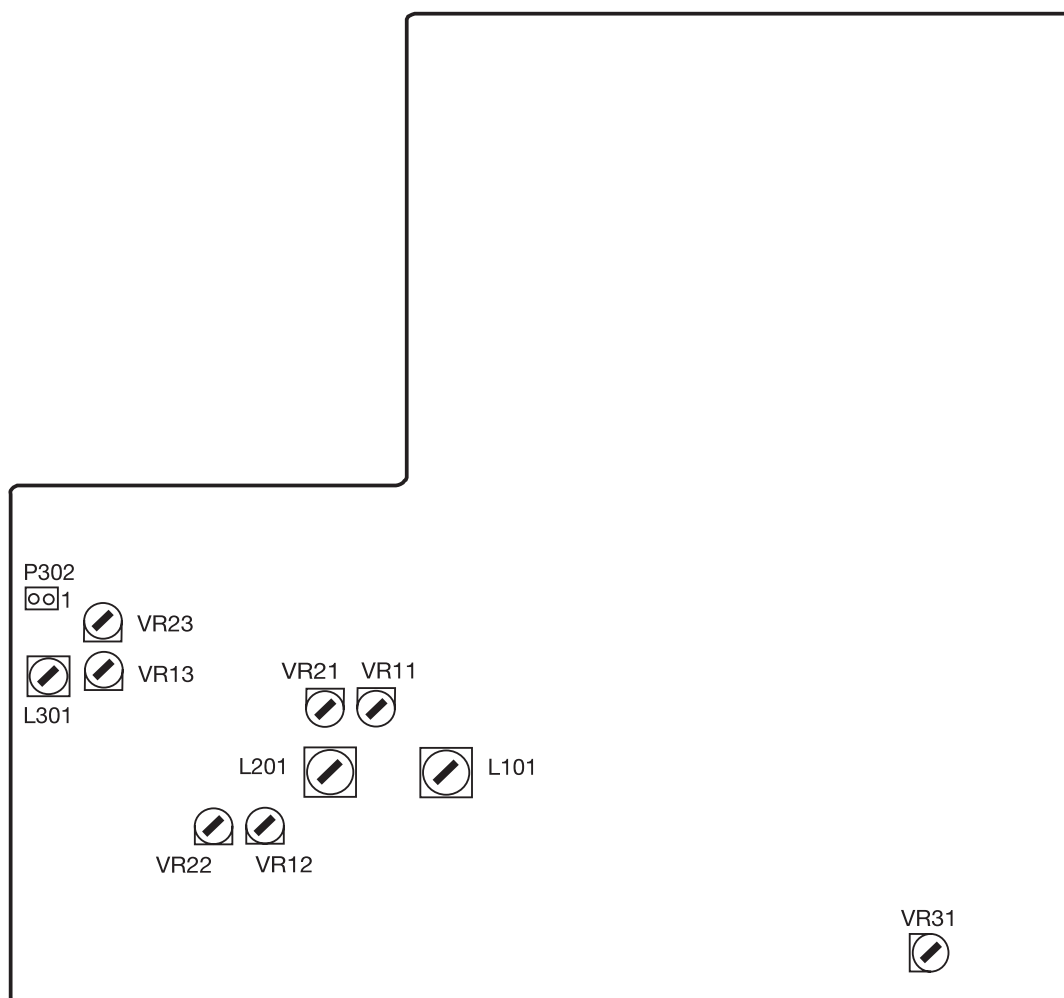

Fig. 5-2 Adjustment and check location
3. Adjust the variable resistor VR31 on the MAIN PCB (Fig.5-2).
3. 周波数値が3000Hz \pm 10Hz になるようにMAIN PCB の VR31 (Fig. 5-2) を調整する。